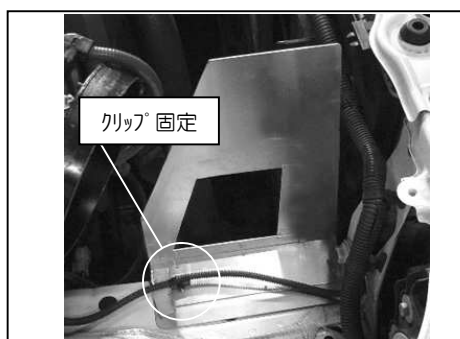

図8
- ④M6×25、ワッシャー3枚、M6ナットを使用してヒートプレートを取り付けます。図8,9参照